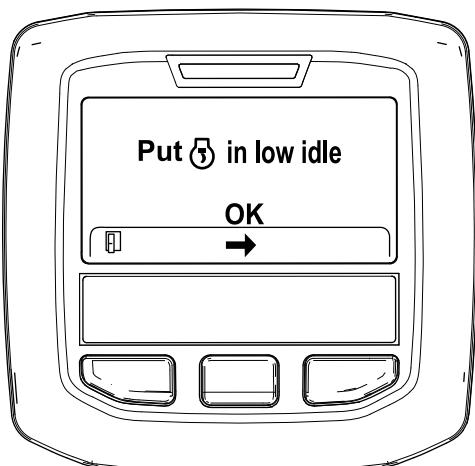

Bild 34
6. Stellen Sie die Gasbedienung in die NIEDRIGE LEERLAUF-Stellung und drücken Sie die mittlere Taste (Bild 34).